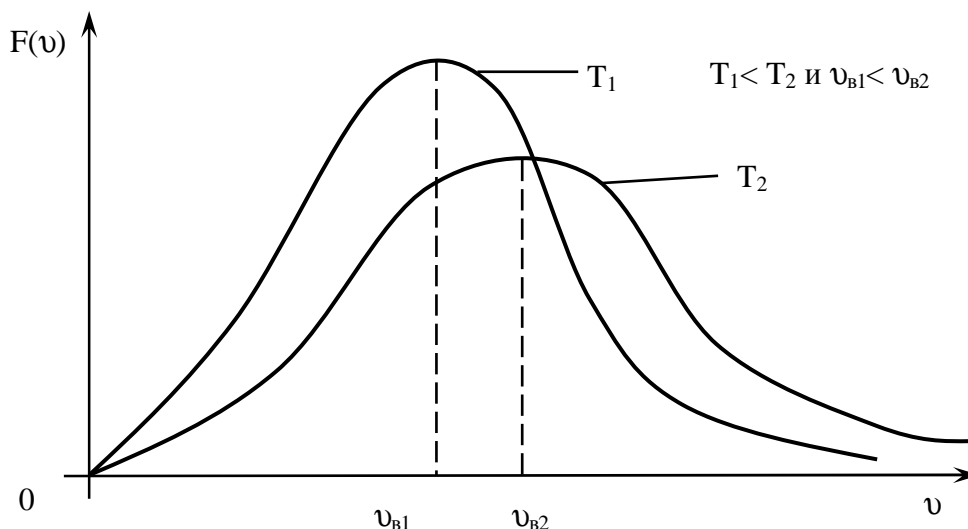

Рис. 2. Распределение Максвелла при разной температуре
Из формул (2) и (3) видно, что скорости движения молекул  $\nu$  зависят от температуры газа, и распределение их по скоростям тоже зависит от температуры (рис. 2).